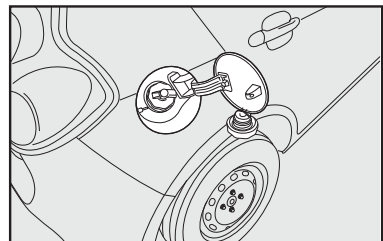

fig. 111
- Luego de retirada la tapa de su alojamiento, colóquela en el soporte sobre la puerta **fig. 111**.